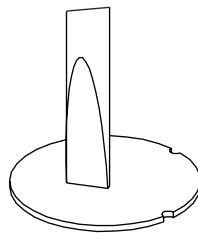

Figure 2
3. Remove 7/8" knockout at center of fixture by placing straight blade screwdriver on knockout and striking sharply with hammer (Always wear safety glasses when hammering). Remove slug by flexing back and forth with pliers. See Figure 2.
3. Pour enlever la débouchure appuyer un tournevis sur celle-ci et donner un coup de marteau. (Toujours porter de lunettes de sécurité en utilisant un marteau.) Dégager la rondelle à l'aide de pinces puis l'enlever. Voir la Figure 2.